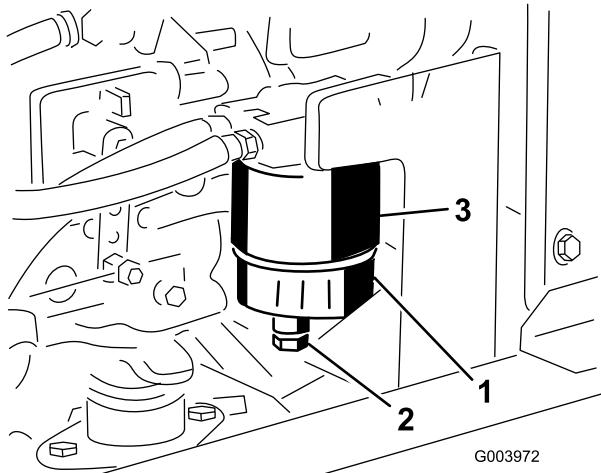

図 63
水セパレータ (図 63) からの水抜きは毎日おこなって異物を除去してください。
2. フィルタ容器(図 63)下部のドレン・プラグをゆるめて水や異物を流し出す。
400運転時間ごとにフィルタのキャニスター(図 63)を交換してください。
1. フィルタ容器(図 63)の周辺をウェスできれいにぬぐう。